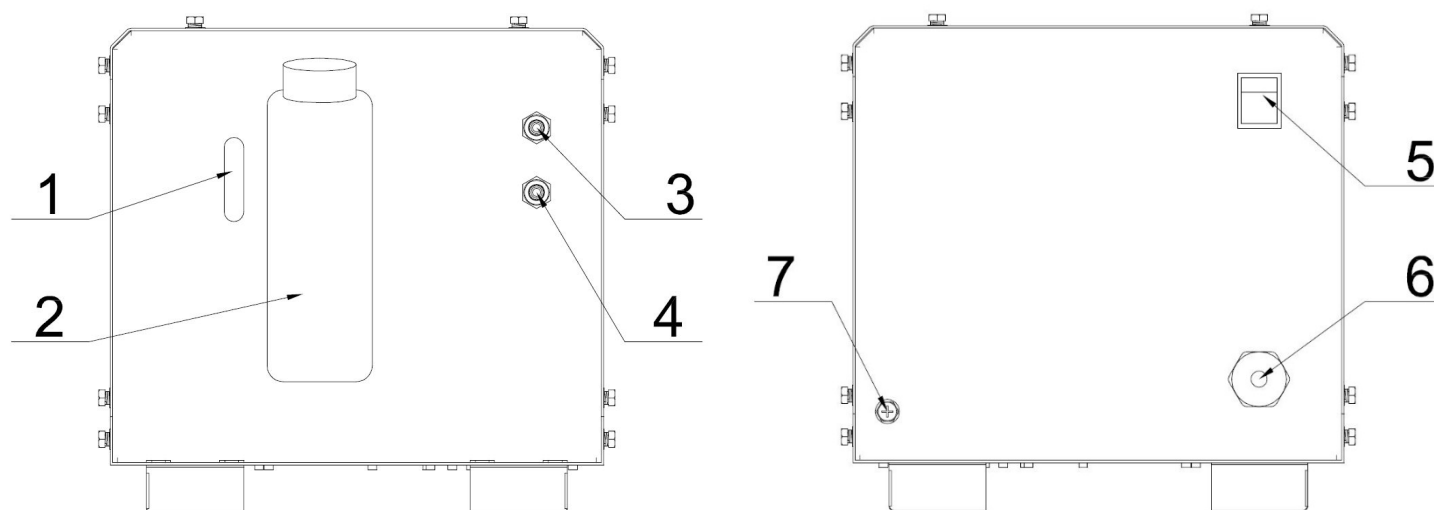

Figura 2
A figura 2 demonstra a posição e função dos componentes externos da máquina:
5. Após seguir corretamente os passos anteriores para a instalação do equipamento, energize o mesmo através da chave Liga/Desliga (**posição 5, figura 2**).